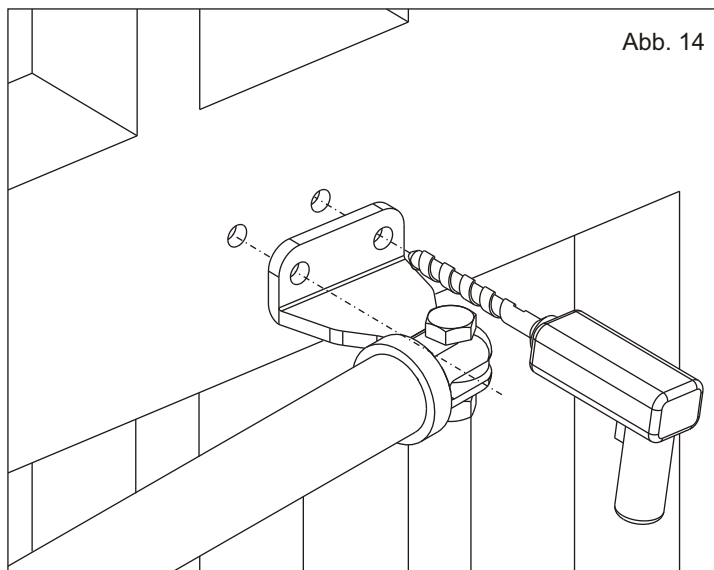
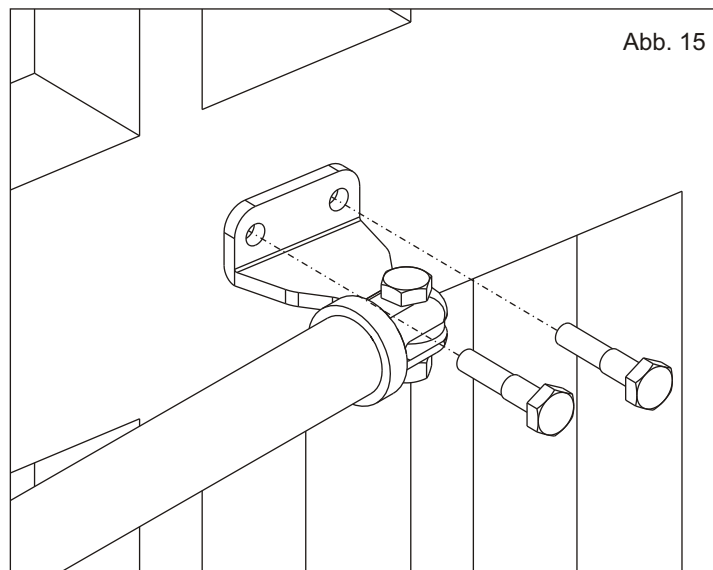

Abb. 14
Abb. 15
**2.8.** Auf dem Tor eine Bohrung vornehmen (Abb. 14), sodass der vordere Bügel mit den mitgelieferten Bolzen befestigt werden kann und darauf achten, dass sich der Antrieb in horizontal Position befindet (Abb. 15)